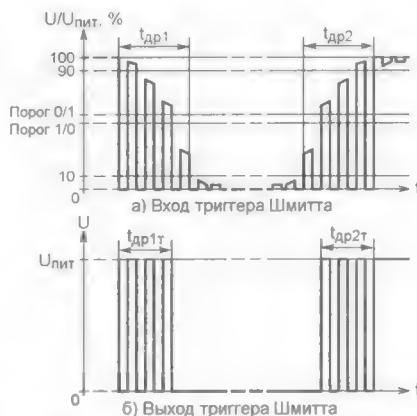

Рис. 2
15. Ответ — 0. Согласно [6], длительность дребезга контактов измеряют с момента их первого замыкания (или размыкания) и до момента устойчивого замыкания (или размыкания). Контакты считают разомкнутыми при напряжении между ними более 90 % напряжения питания и замкнутыми при напряжении менее 10 % этого напряжения. Длительность интервалов дребезга $t_{др1}$ и $t_{др2}$ по стандарту измеряют между этими уровнями (рис. 2,а). О состоянии контактов можно достоверно судить только по истечении этих интервалов.
Внутренний триггер Шмитта, показанный на схеме, иллюстрирующей вопрос, имеется на каждом логическом входе микроконтроллера ATmega328P. Значения порогов его переключения указаны в комментарии к ответу на вопрос 7. Этот триггер не пропускает на свой выход импульсы, не пересекающие пороги (рис. 2,б). В результате продолжительность интервалов дребезга ($t_{др1т}$ и $t_{др2т}$) несколько уменьшается, особенно, если амплитуда импульсов нарастает и спадает медленно. Однако основ-